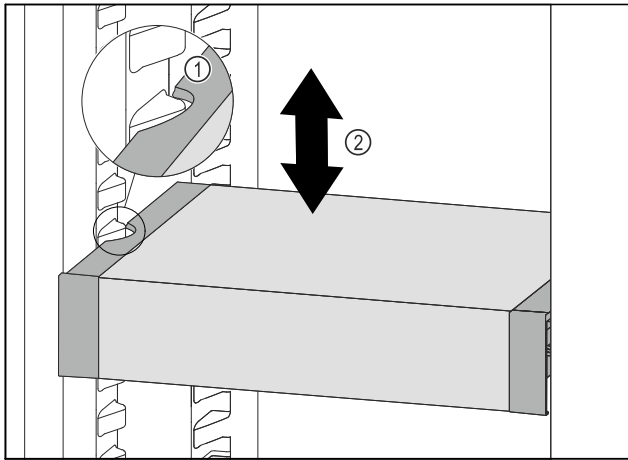

Fig. 129
- ▶ 向前移动 VarioSafe，直到 VarioSafe 两侧的凹槽与冷藏区中的容器肋梁持平。Fig. 129 (1)
- ▶ 在冷藏区中向上或向下移动 VarioSafe，直至所需高度。Fig. 129 (2)